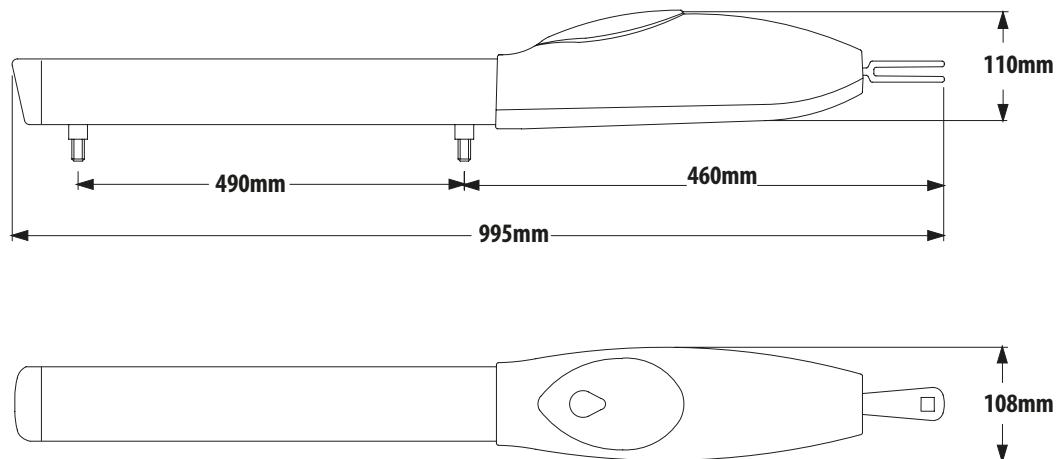

Fig. 2 IT - Limiti di impiego
- Waga i wymiary bramy lub drzwi muszą zawierać się w maksymalnych granicach zastosowanych na Rys.2